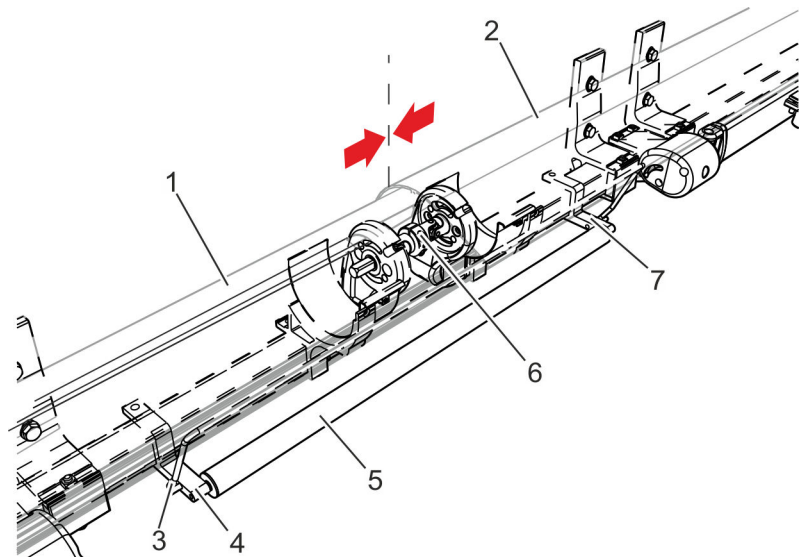

Abb. 22: Überblick
1. ▶ Beide Federwellenhalter (Abb. 22/4, 7) so montieren, dass sie den gleichen Abstand zur Schnittstelle der beiden Markisen haben und die Federwelle dazwischen aufliegen kann.
Von außen gesehen den Federwellenhalter mit Vierkantaufnahme (Abb. 22/4) unter der linken und den Federwellenhalter mit Buchse (rund) (Abb. 22/7) unter der rechten Markise montieren.
5. Federwelle mit Schlitztuch (Abb. 22/5) montieren.
6. Tuchleitbügel (Abb. 22/3) montieren.